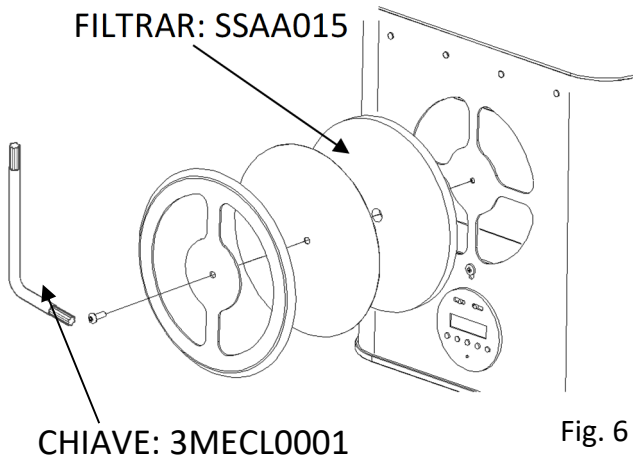

Fig. 6
- 2- Retirar la parte frontal de la boquilla donde se aloja el filtro. (Fig.6)
- 4- Vuelva a colocar el frente de la ventilación en el orden que se muestra en Fig.6